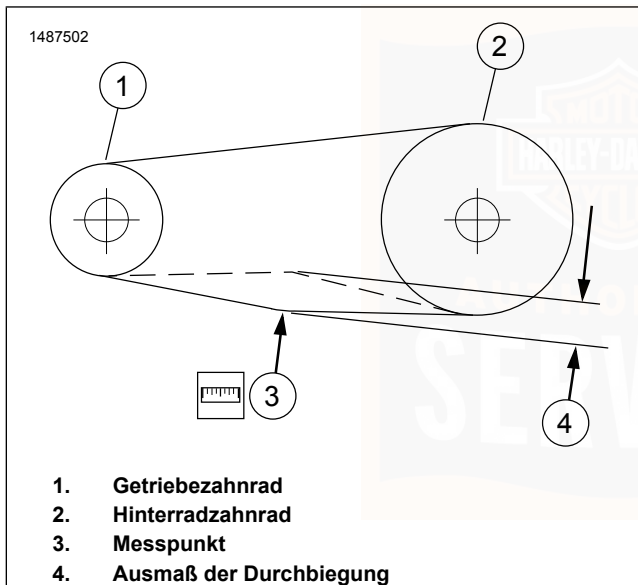

Abbildung 59. Durchbiegung der Antriebskette überprüfen
1. Siehe Abbildung 59. Die Kettendurchbiegung messen.
- b. Den Mittelpunkt am unteren Teil der Kette zwischen den Mittelpunkten von Getriebezahnrad (1) und Hinterradzahnrad (2) suchen.
- c. Das Rad drehen, um den straffsten Punkt der Kette am Messpunkt (3) zu finden.
- d. Die Kette nach oben schieben und dann runterziehen, um das Ausmaß der Durchbiegung (4) im unteren Teil der Kette messen.